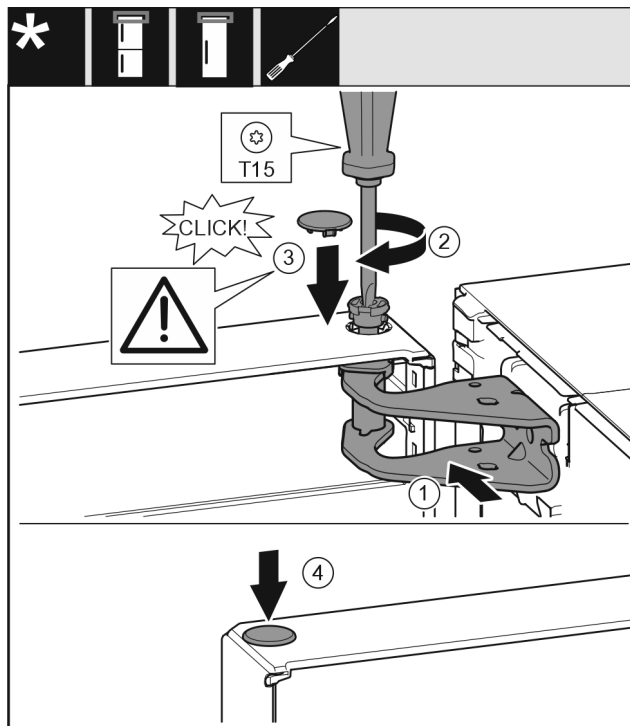

Fig. 22
- Poravnajte gornja vrata prema otvoru u podlošku ležaja Fig. 22 (1).
- Umetnite svornjak Fig. 22 (2) i pritegnite ga odvijačem.
- Postavite poklopac Fig. 22 (3).
- Provjerite da poklopac Fig. 22 (3) naliježe na vrata.
- Postavite poklopac Fig. 22 (4).